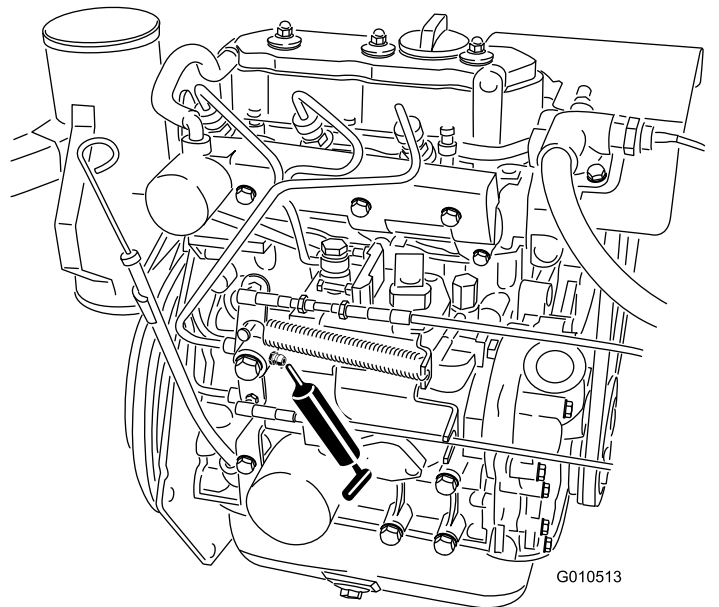

Рисунок 44
- Рычаг привода акселератора (1) (Рисунок 44)